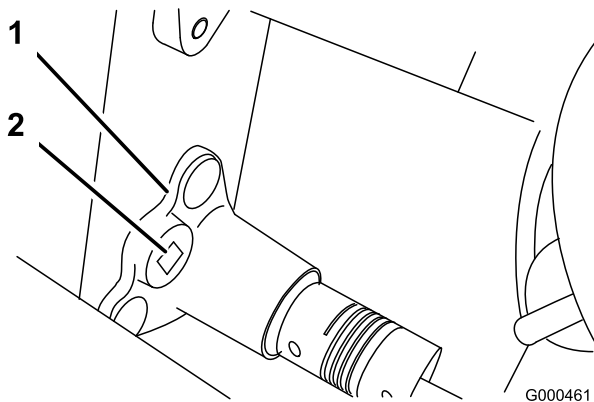

Figure 37
- B. À l'aide d'une clé dynamométrique de 3/8", tournez le logement de roulement avec un couple de 4-4,5 Nm pour obtenir la tension voulue (Figure 37).